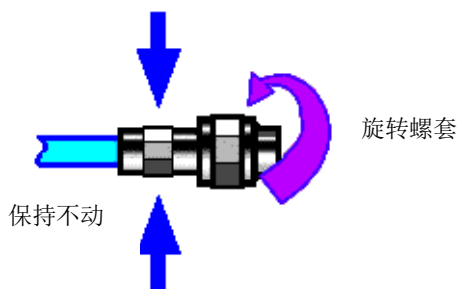

图 2-5 连接方法
- b) 如图 2-5，将两个连接器平直地移到一起，使它们能平滑接合，旋转连接器的螺套（注意不是旋转连接器本身）直至拧紧，连接过程中连接器间不能有相对的旋转运动。